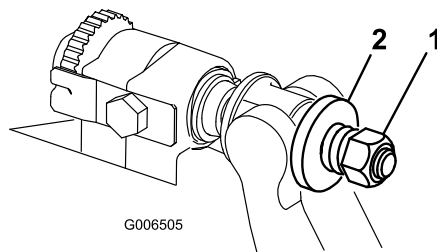

図 22
3. スプリングがつぶれるまでテンション・ナットを締め、そこから半回転戻す (図 22)。